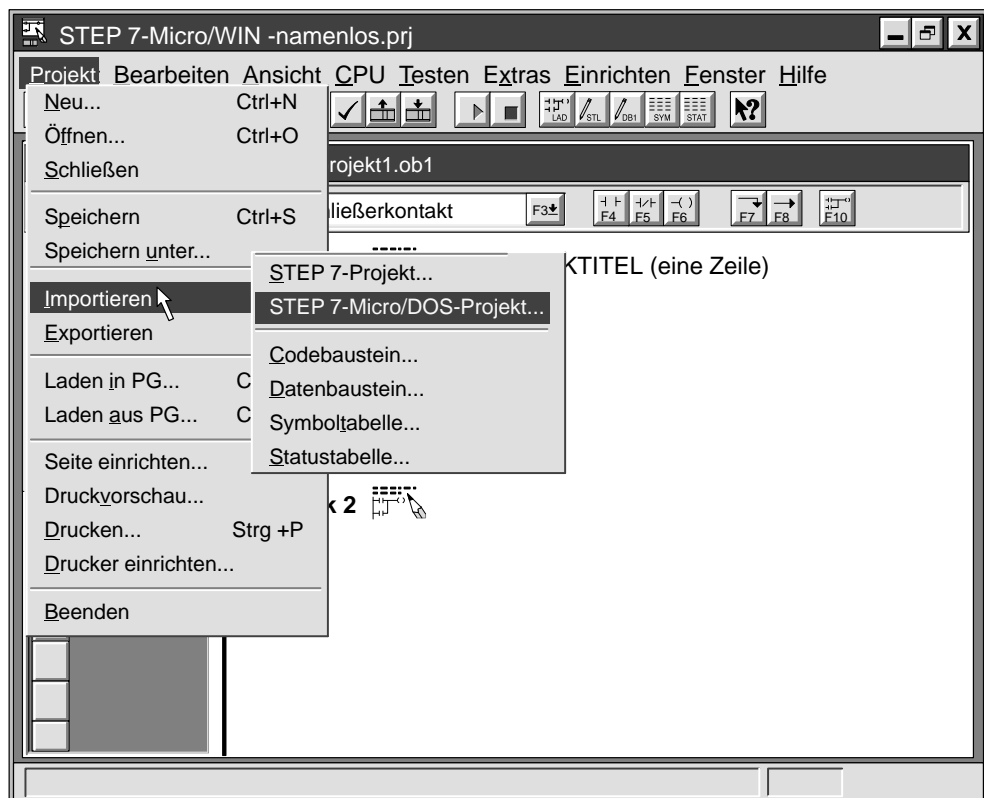

Bild E-2 Importieren von Dateien aus STEP 7-Micro/DOS
2. Wählen Sie den Menübefehl **Projekt ► Importieren ► STEP 7-Micro/DOS-Projekt...** (siehe Bild E-2).